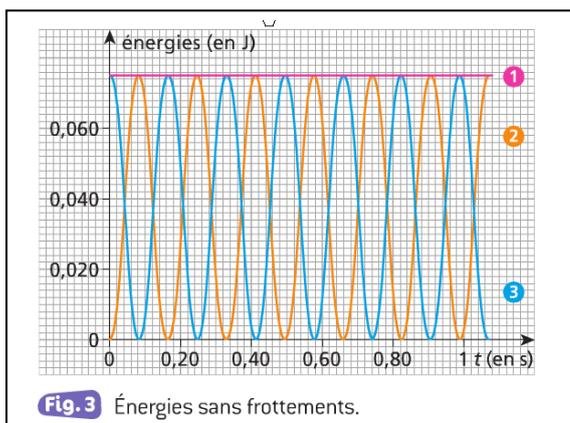
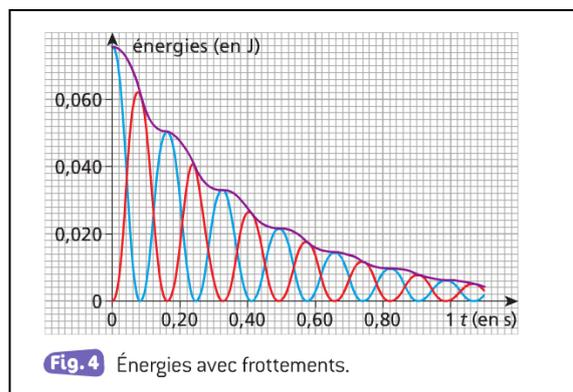

Fig.3 Énergies sans frottements.
Fig.4 Énergies avec frottements.
Grâce à un logiciel de traitement de données, on obtient les courbes représentant les variations des différentes formes d'énergie pour les deux enregistrements (Fig. 3 et Fig. 4).
- Identifier chaque courbe de la figure 3. Justifier.
- Justifier la différence entre la figure 3 et la figure 4.
- A l'aide de la figure 4, déterminer graphiquement le travail des forces de frottements subies par le système en une seconde.